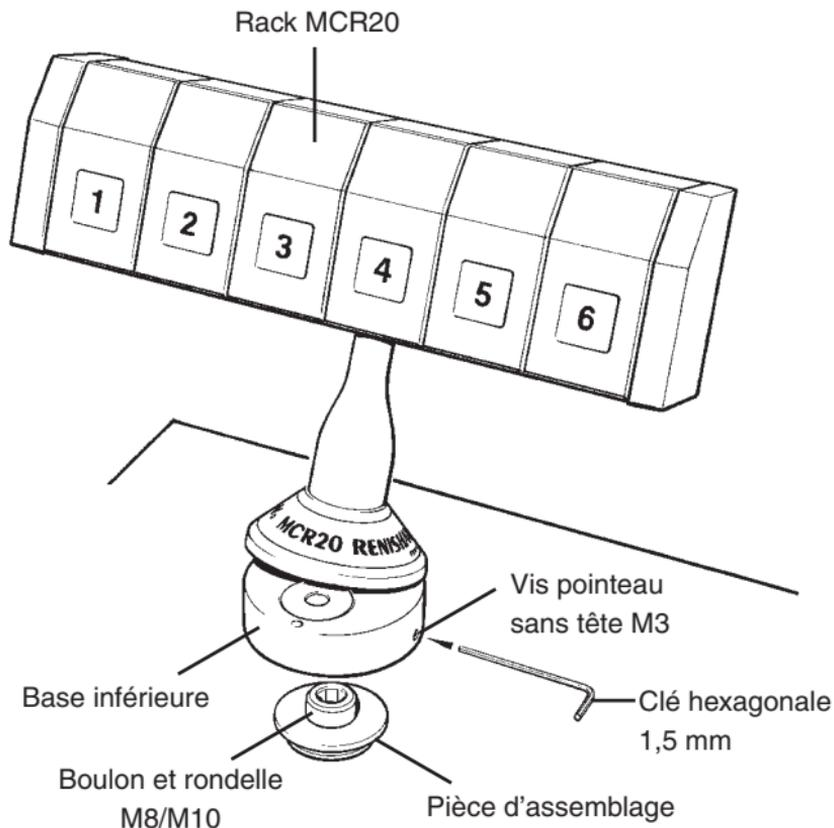

Figure 7 - Montage du MCR20 sur une MMT
Pour monter le rack changeur de module MCR20 sur votre MMT, procédez comme suit (voir Figure 7) :
3. À l'aide de la clé hexagonale 1,5 mm fournie, desserrez complètement la vis pointeau sans tête M3 dans la base du MCR20 (voir l'emplacement de la vis à la Figure 7).